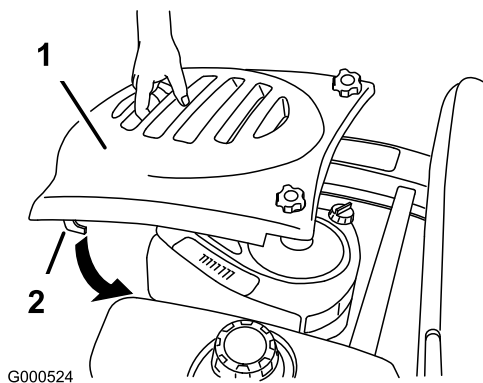

Figura 18
2. Per montare il cofano, inserite i ganci nelle fessure e spingetelo in avanti (Figura 18).